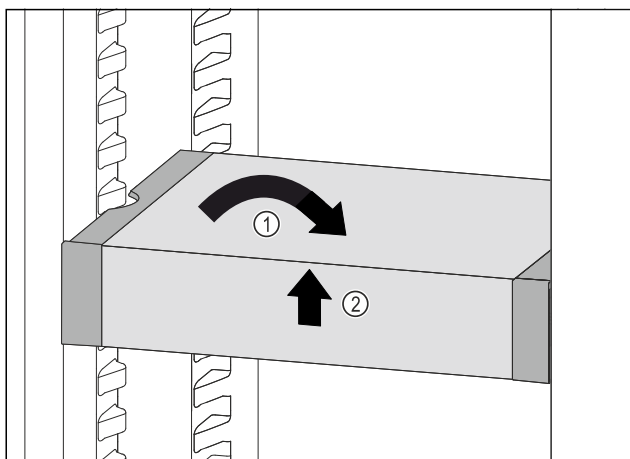

Fig. 60
- Изправете VarioSafe. Fig. 60 (1)
- Повдигнете VarioSafe отпред. Fig. 60 (2)